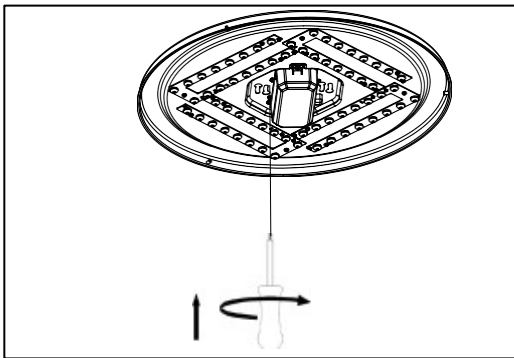

Figure 9
5. Faire pivoter le boîtier (2) dans la position de verrouillage du trou. (Voir la figure 9).
6. Fixer les 2 vis à l'aide d'un tournevis cruciforme (voir la figure 9).